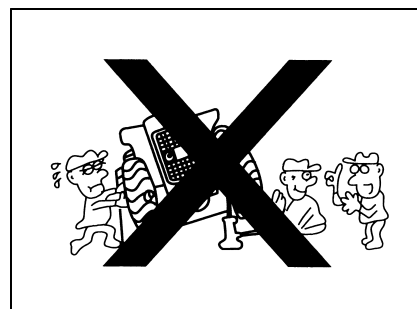

Рис.2-7
- До поднятия, заклинить колеса с противоположной стороны. После поднятия, установить подложки из-под погрузчика (Рис.2-7).